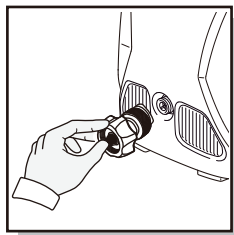

Fig. 10
- Acople el collarín del adaptador de la manguera de jardín directamente a la entrada de agua de la lavadora a presión. Apriete con la mano (Fig 10).